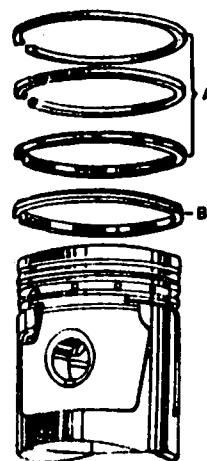

Fig. 8
São fabricados de ferro fundido de alta qualidade e sua forma corresponde a uma determinada curva, para lhes dar uma tensão natural, que as vezes se reforça mediante uma mola de lâminas colocada embaixo delas. De acordo com sua ação, se dividem em anéis de compressão (A) e anéis de lubrificação (B) (fig. 8). A forma mais comum de anéis de compressão é a de seção quadrada; porém, também, se usam anéis ranhurados, trapezoidais e chanfrados.